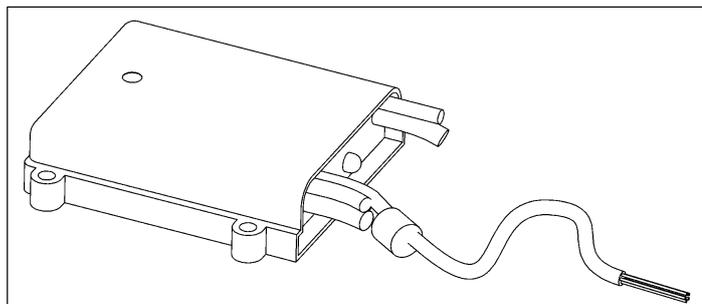

Fig. 22
- Descubra el extremo de la sección del cable de la unidad de control con cintillo rojo para conectar el control de mano (ver Fig. 22).